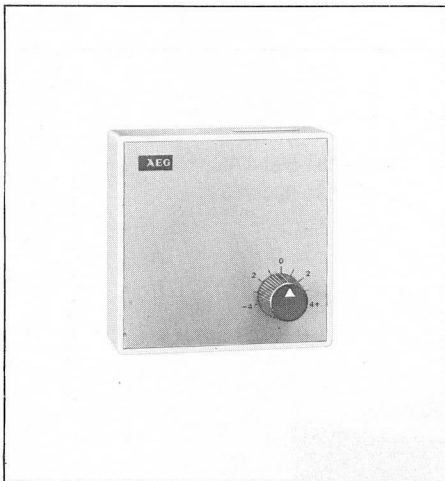

Bild 10 Fernbedienung FB3/Raumfühler RFS2
3.3 Fernbedienung FB3 (Bild 10)
3.4 Raumfühler RFS2 (Bild 10)